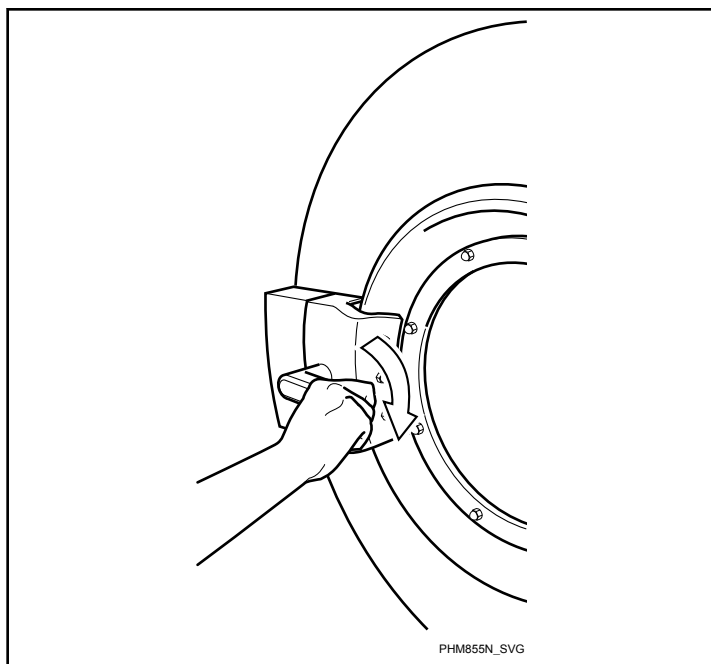

Figura 45
2. Gire a maçaneta no sentido horário para abrir. Consulte a *Figura 45*.